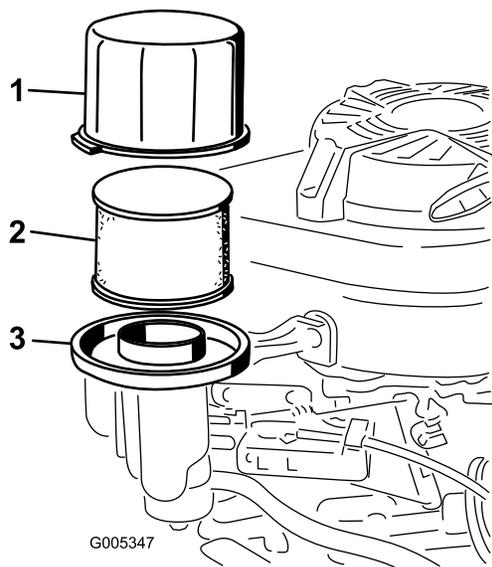

Рисунок 22
2. Снимите крышку и тщательно очистите ее (**Рисунок 22**).
3. Снимите поролоновый фильтр предварительной очистки и бумажный воздушный фильтр с основания воздухоочистителя (Рисунок 22).